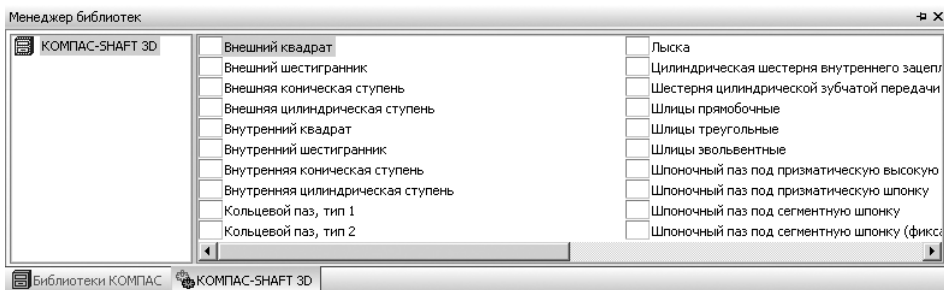

Рис. 3.80. Окно системы управления библиотеками **Менеджер библиотек** с добавленной и раскрытой системой КОМПАС-SHAFT 3D
- щелкните дважды в окне системы управления библиотеками **Менеджера библиотек** по системе КОМПАС-SHAFT 3D. Появится галочка, и через некоторое время произойдет подключение выделенной системы, раскроется ее содержимое (рис. 3.80).
- щелкните дважды в окне системы управления библиотеками **Менеджер библиотек** с добавленной и раскрытой системой КОМПАС-SHAFT 3D (см. рис. 3.80) по пункту **Внешняя цилиндрическая ступень**. В строке сообщений системы КОМПАС-3D появится подсказка: **Укажите плоскость и плоскую грань**;
- щелкните дважды в окне системы управления библиотеками **Менеджер библиотек** с добавленной и раскрытой системой КОМПАС-SHAFT 3D (см. рис. 3.80) по пункту **Шестерня цилиндрической зубчатой передачи**. В строке сообщений системы КОМПАС-3D появится подсказка: **Укажите плоскость и плоскую грань**;